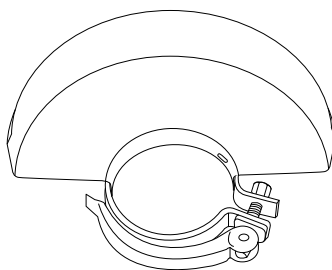

Fig. 5, Protección para amolado (14)
> Utilice la protección para amolado abierta (14) para trabajos de amolado (Fig. 5).